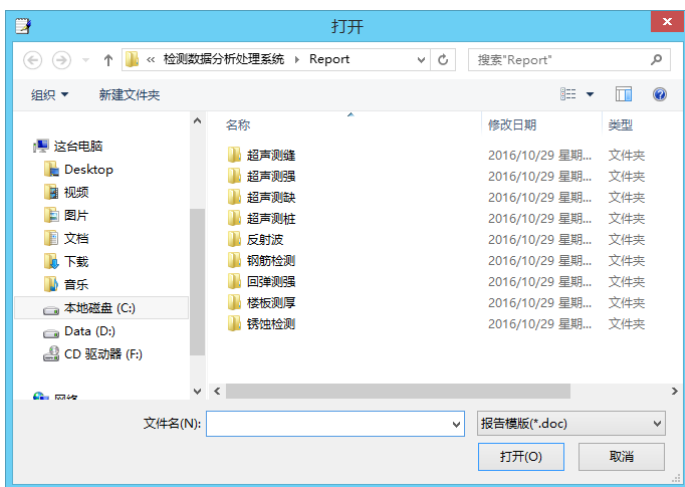

图 2.2.25 模版选择对话框
- 3) 点击**模版文件**右侧的**选择**按钮,弹出图 2.2.25 所示“打开文件”对话框,选择一个报告模板后点击**打开**按钮。